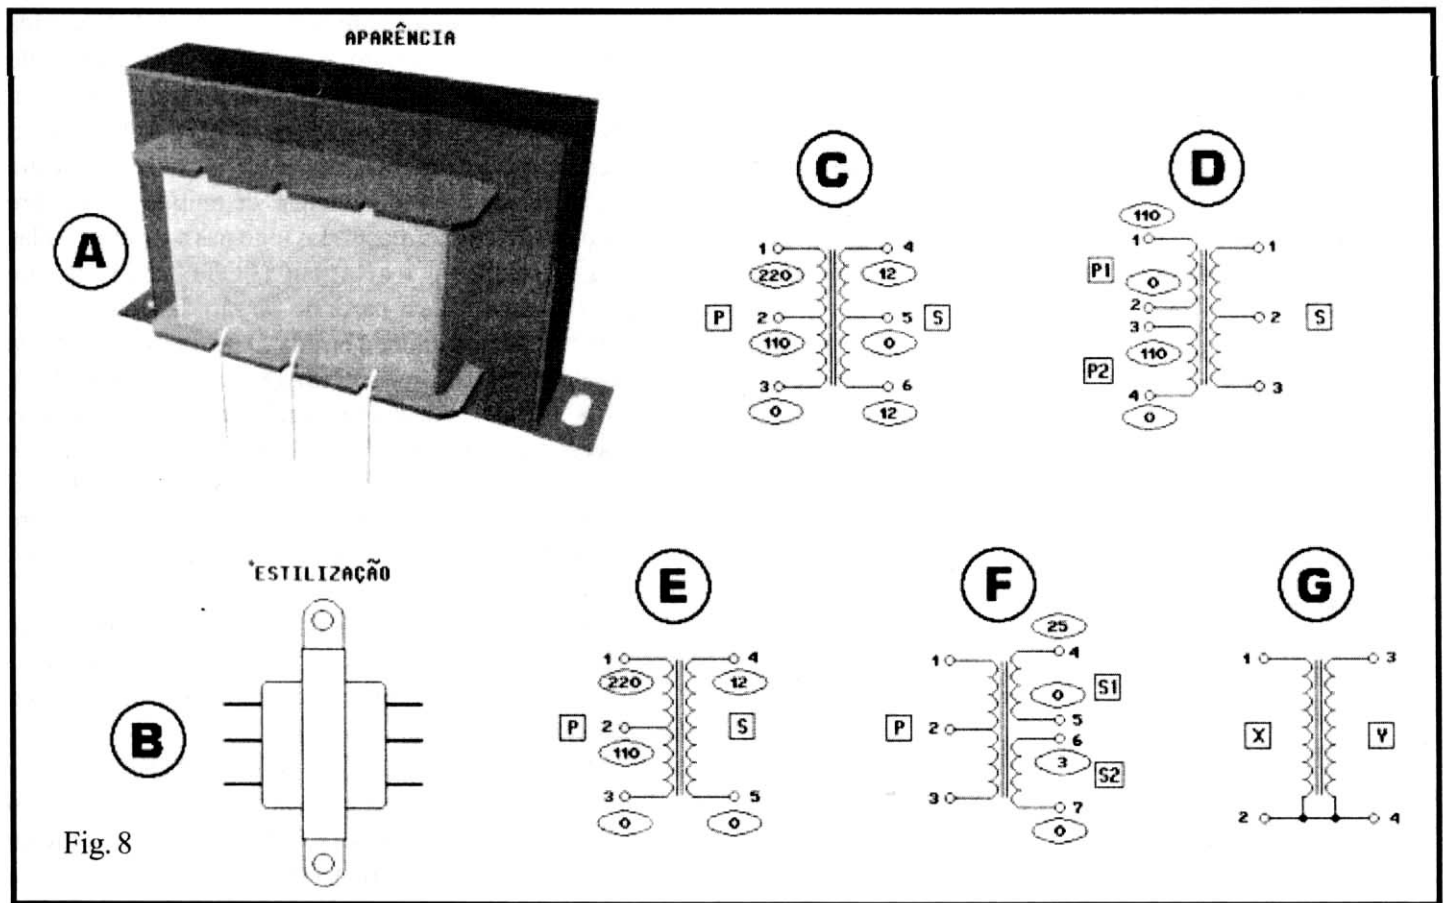

Fig. 8
Nos diversos itens da **FIG. 8** damos uma série de informações preciosas para o iniciante e - no final - algumas dicas de enorme valia para a boa utilização dos trafos...
- **FIG. 8-A - O JEITÃO DO COMPONENTE**... - Externamente, a maioria dos trafos é muito parecida, já que os princípios mecânicos da sua construção são idênticos: dois ou mais enrolamentos de fio de cobre esmaltado sobre um carretel plástico padronizado, tudo envolvendo um núcleo metálico geralmente formado **NÃO** por um tarugo sólido, mas
- **FIG. 8-B** - Estilização do componente, conforme utilizamos nas representações gráficas, ilustrações e chapeados convencionais... Notar que embora o diagrama mostre (como simples exemplo...) um trafo de 6 fios (3 de cada lado...) o mesmo *lay out* ou jeitão da figura é costumeiramente utilizado para representar trafos com qualquer quantidade de fios ou terminais...
- **FIG. 8-C** - Símbolo ou representação esquemática utilizada para um TRANSFORMADOR DE FORÇA (alimentação) comum. O PRIMÁRIO (P) normalmente apresenta 3 fios, ou seja: o enrolamento tem uma tomada ou *tap* central (0-110-220), o que possibilita a sua ligação à rede C.A. de 110 volts (usando-se os terminais 0-110) ou de 220 volts (terminais 0-220). O SECUNDÁRIO (S) também apresenta 3 fios, sendo o *tap* central correspondente ao “zero”, enquanto que os dois extremos correspondem à TENSÃO NOMINAL de saída do trafo (no caso, 12 volts). Notar, aqui, algo importante: se a saída for recolhida entre o terminal central do
- **FIG. 8-D** - Alguns TRANSFORMADORES DE FORÇA usam um sistema diferente para adequar o seu enrolamento PRIMÁRIO à ligação em redes de 110 ou 220 volts... Nesse caso, temos **dois** PRIMÁRIOS (P1 e P2), cada um dimensionado para trabalhar com 110 volts... Operando numa rede C.A. de 110 volts, esses dois PRIMÁRIOS são simplesmente *paralelados*: emenda-se o terminal 1 com o 3 e o 2 com o 4, ligando-se essas junções a cada “polo” da C.A. Já para redes de 220 volts, os dois PRIMÁRIOS devem ser *seriados*, ou seja: emenda-se o terminal 2 com o 3 e ligam-se os terminais 1 e 4 à rede... O SECUNDÁRIO, no caso, tem estrutura semelhante ao mostrado na **FIG. 8-C**...
- **FIG. 8-E** - Também existem trafos de força (principalmente em modelos mais antigos ou mais simplificados...) dotados de SECUNDÁRIOS mais simples, **sem** o terminal central... No caso do exemplo, o trafo tem só **dois** fios no SECUNDÁRIO (medindo-se, entre eles, 12 volts).
- **FIG. 8-F** - Para algumas aplicações específicas, em circuitos que eventualmente exijam várias TENSÕES de alimentação diferentes, os TRANSFORMADORES DE FORÇA também podem apresentar-se com **mais de um**
- **FIG. 8-G** - Um exemplo muito específico de TRANSFORMADOR DE FORÇA é o do chamado **conversor** 110/220 (ou 220/110) que, na verdade, tem uma estrutura interna de **auto-transformador** (os enrolamentos do PRIMÁRIO e do SECUNDÁRIO são realizados em sequência, com um só fio...). É bom notar que - na prática - os **auto-transformadores conversores** são, na maioria das vezes - **reversíveis**: se aplicarmos 110 volts no lado **X** (terminais **1-2**) obteremos 220 VCA no lado **Y** (terminais **3-4**). Já se aplicarmos 220 VCA no lado **Y**, teremos 110 volts no lado **X**, sem problemas...!